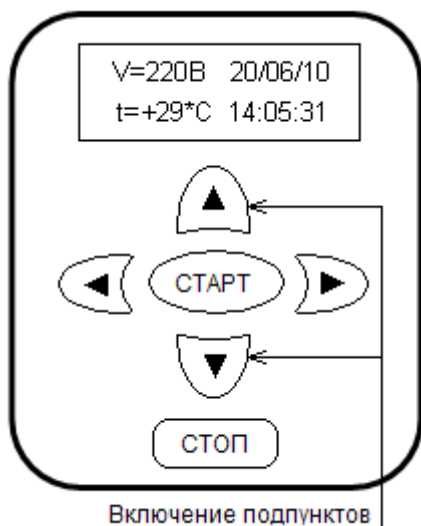
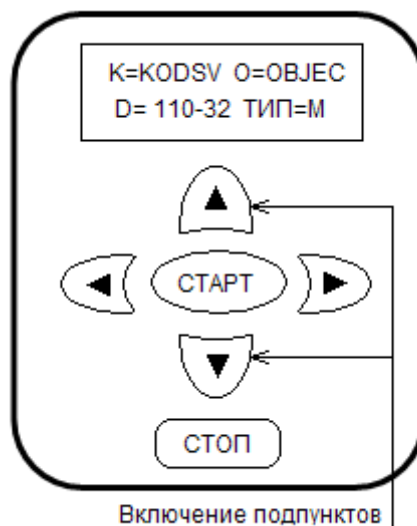

Рис. 4.
Рис. 5.
Для проверки установленной информации, температуры окружающей среды и напряжения питания, основной пункт имеет два информационных подпункта, которые включаются кнопками «БОЛЬШЕ», «МЕНЬШЕ». Пример приведен на рис. 4 и рис. 5. На экран выводится: в первом подпункте - напряжение питания (V), дата в виде число/месяц/год, температура окружающего воздуха (t) в градусах Цельсия, текущее